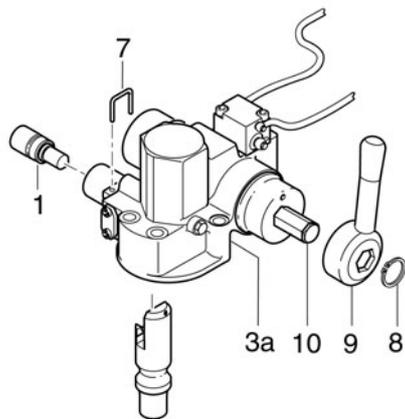
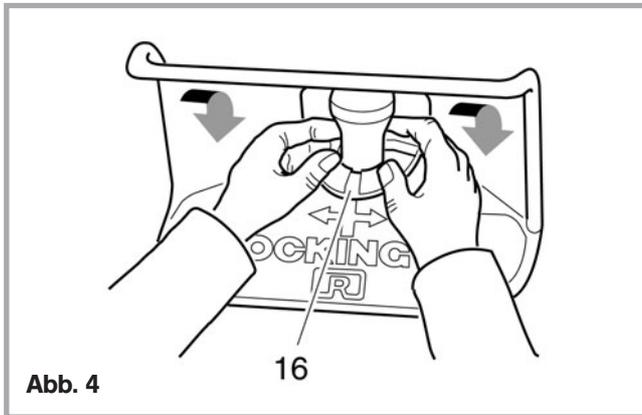

Abb. 2
Abb. 4
2. Wechseln der Sicherung (s. Abb. 2)
- Sicherungsbügelenden aufbiegen und Bügel (7) herausziehen
- Sicherung (1) komplett aus dem Gehäuse ziehen
- Neue Sicherung (1) bis zum Anschlag in die Bohrung schieben (Sicherung sitzt fest)
- Neuen Drahtbügel (7) einführen
- Handhebel (9) leicht nach oben drücken: Beweglichkeit der Sicherung (1) prüfen
3. Wechseln des Handhebels (s. Abb. 2)
- Sicherungsring (8, s. Abb. 2) mit Sicherungsringzange **A1** von der Handhebelachse (10) entfernen
- Handhebel (9) abnehmen
- Drehfederkappen (13) mit geeignetem Montagewerkzeug links und rechts festklemmen
- Sicherungsring (11) mit Sicherungsringzange **A1** abnehmen
- Neuen Sicherungsring (18x1,5) in die Nut (12) einsetzen
- Handhebelachse (10) vorsichtig durchschieben
- Distanzbuchse (D) abnehmen
- Sicherungsring (14) mit Sicherungsringzange **A1** abnehmen
5. Wechseln des Auflageringes (s. Abb. 4, 5)